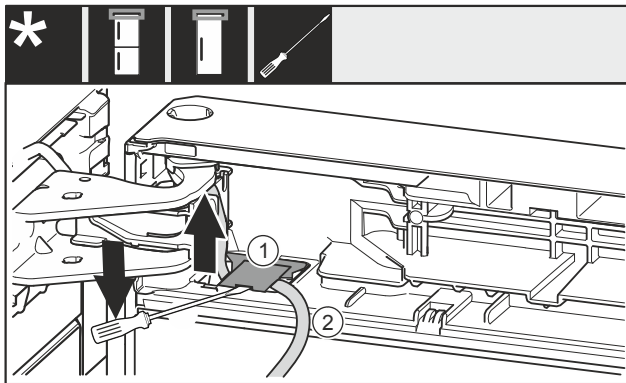

Fig. 20
- ▶ За допомогою шліцьової викрутки підніміть та витягніть кришку Fig. 20 (1).
- ▶ Витягніть кабель Fig. 20 (2).